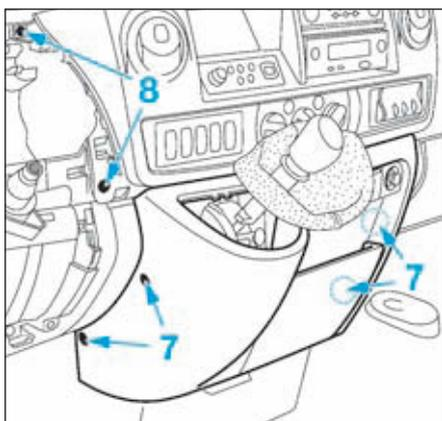

FIG.9
- Déposer les vis de fixation (5) (Fig.9) du combiné d'instruments.